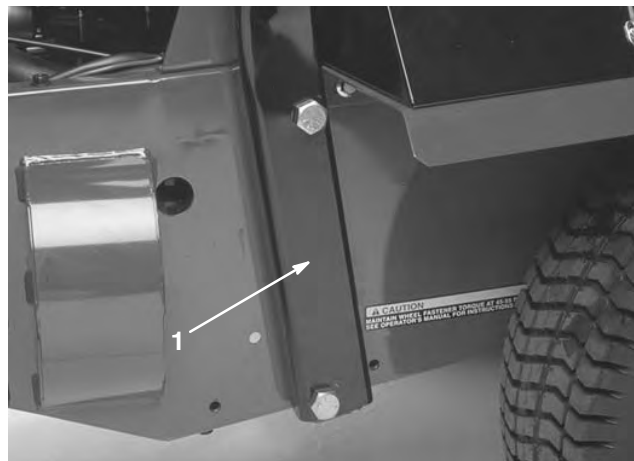

Figure 15
1. Baissez l'arceau de sécurité sur le bâti dans l'alignement des trous de montage, comme illustré à la Figure 15.
2. Fixez l'arceau de sécurité au bâti avec 4 boulons (3/4 x 5-1/2 pouce), rondelles-freins et écrous (Fig. 15). Serrez-les solidement.